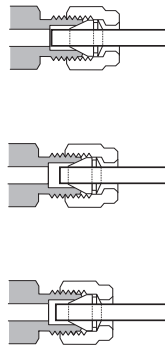

Figura 13 Conexión finalizada
- 10** En la Figura 13 se muestran conexiones correctas e incorrectamente ensambladas. Observe que el extremo de la tubería en una conexión correctamente ensamblada no está aplastado y no interfiere en la acción de las férrulas.